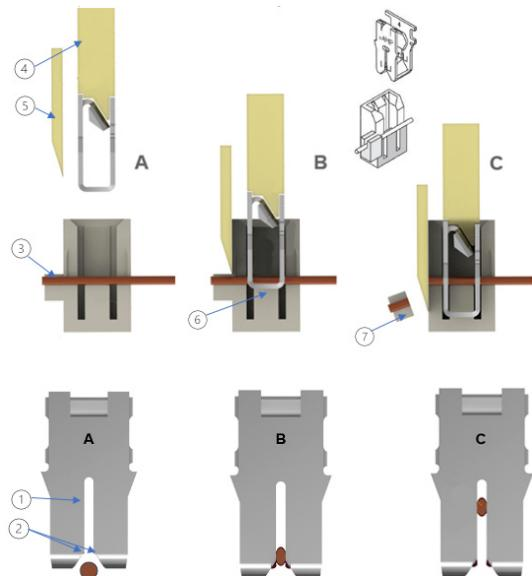

Figura 4: Inserción del terminal MAG-MATE
**Solución de terminal MAG-MATE:** la Figura 4 detalla cómo los terminales MAG-MATE logran una conexión de motor sin soldadura. Estas terminaciones tienen ranuras IDC (1) con hombros de pelado (2) en dos puntos de cada alambre magneto. Una vez que el alambre magneto se coloca en la ranura de la cavidad (3), el terminal se inserta con el insertador de terminales MAG-MATE, que incluye un contacto de inserción (4) y una cuchilla de recorte (5). Los hombros de pelado retiran el aislamiento durante la inserción y comprimen el alambre desnudo en la ranura, mientras el yunque de soporte (6) lo mantiene en su lugar. En este paso, también se recorta el alambre y el bloque de soporte del alambre (7), lo que proporciona una conexión sólida y confiable.